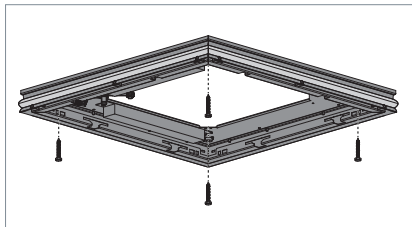

Fig. 4: Leuchtenrahmen an Decke schrauben.
- Schrauben Sie den Leuchtenrahmen mit vier geeigneten Schrauben an die Decke, siehe Fig. 4.